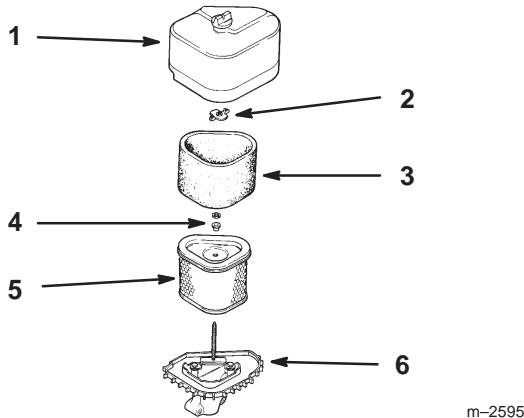

Bild 17
2. Reinigen Sie den Bereich um den Luftfilter herum, um zu verhindern, dass Schmutz in den Motor fällt und Schäden verursacht. Schrauben Sie die Abdeckung (Bild 17).
3. Schieben Sie den Schaumeinsatz vorsichtig vom Papiereinsatz herunter (Bild 17).
4. Schrauben Sie die Flügelmutter los und Entfernen Sie den Luftfilter (Bild 17).
1. Schieben Sie das Schaumelement vorsichtig auf den Papiereinsatz des Luftfilters (Bild 17).
2. Schieben Sie den Luftfilter auf das Luftfilterunterteil (Fig. 17).
3. Setzen Sie die Luftfilterabdeckung ein und befestigen Sie sie mit den Abdeckungsmuttern (Bild 17).